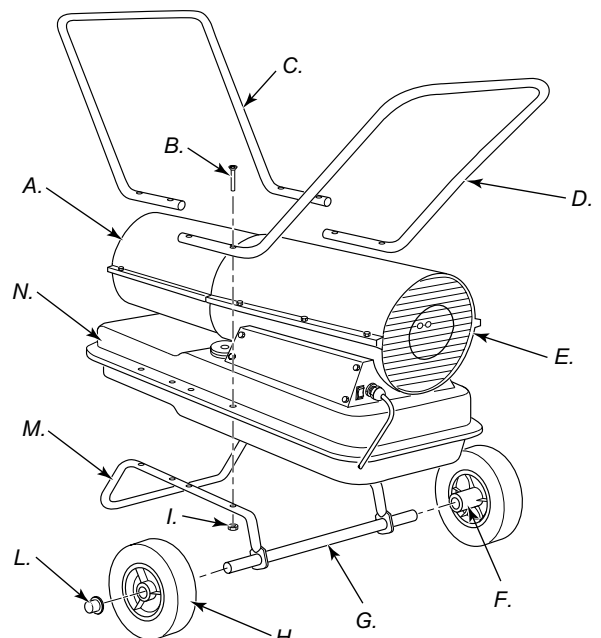

Figure 3 – Montage des roues et des guidons.
1. Faire passer l'essieu dans le berceau. Installer les roues sur l'essieu. **IMPORTANT:** Installer les roues avec le côté allongé du moyeu tourné vers le berceau (voir figure 3).